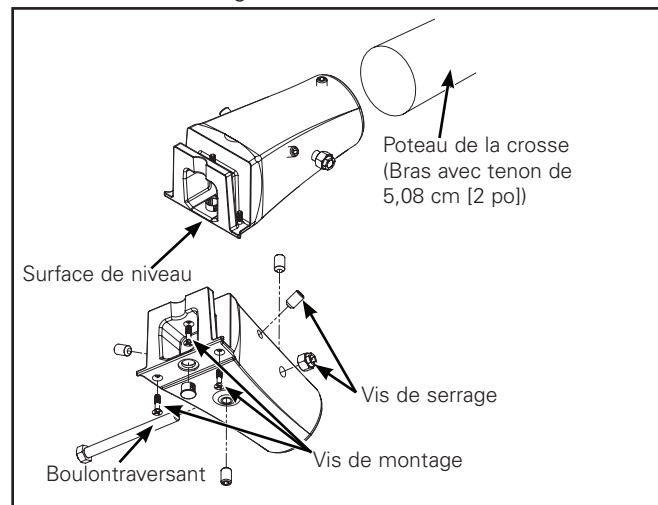

Figure 7.
2. Fixez l'adaptateur pour crosse à la crosse à l'aide des quatre (4) vis de serrage. Mettez l'adaptateur de crosse à niveau pendant que vous serrez les vis de serrage. Serrez à un couple de 13,6 Nm (120 lb-po) (figure 7).
3. Percez un trou de 11 mm (7/16 po) dans la crosse et installez le boulon traversant et l'écrou. Prenez soin de n'endommager aucun fil à l'intérieur de la crosse. Serrez à un couple de 13,6 Nm (120 lb-po) (figure 7).
6. Repliez les fils du luminaire et de l'adaptateur de crosse vers l'extérieur et faites glisser le luminaire sur l'adaptateur de crosse. Serrez les trois (3) vis de montage à un couple de 2,3 Nm (20 lb-po) et installez le goujon en plastique sur la vis centrale. (figure 7)